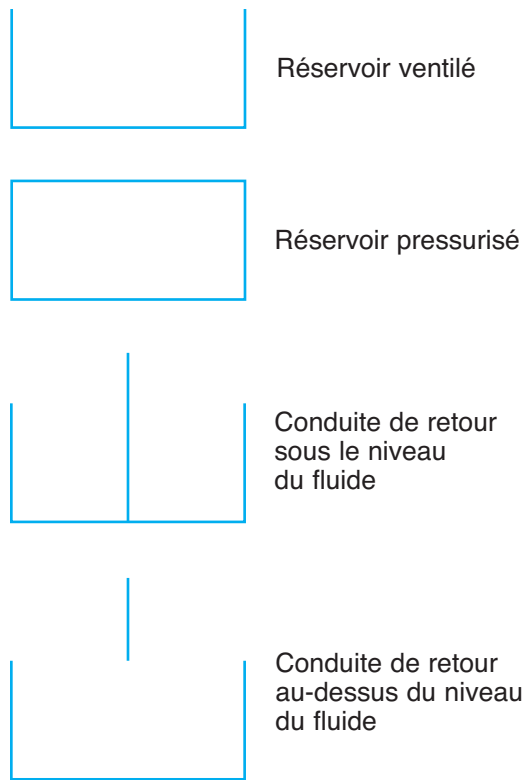

Figure 4-3 Symboles des réservoirs.
- Un *rectangle entièrement fermé* symbolise un réservoir pressurisé (**figure 4-3**).
- Un *rectangle ouvert vers le haut* représente un réservoir ventilé (**figure 4-3**).
- Une *ligne entrant en contact avec la base du rectangle* indique que le retour s'effectue sous le niveau du fluide (**figure 4-3**).